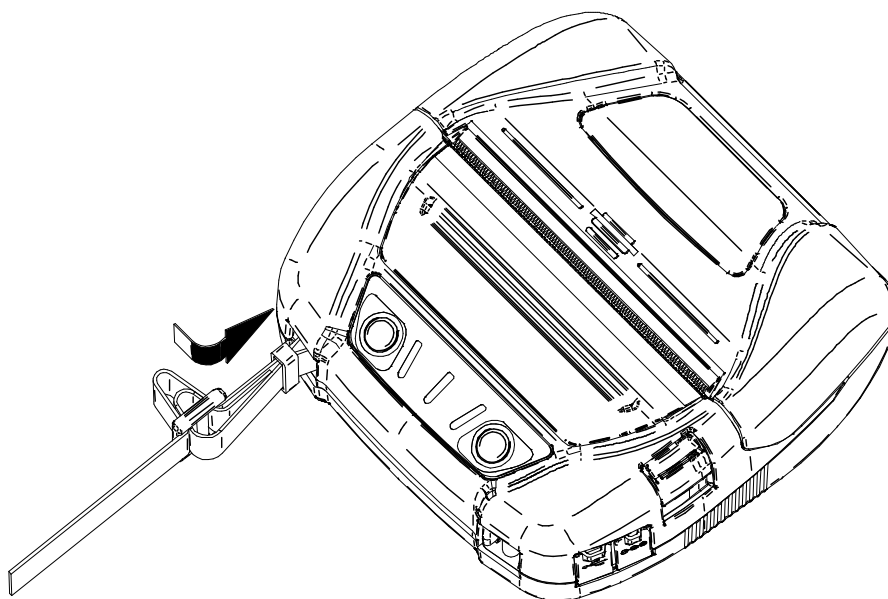

Figura 14-7 Colocación de la correa de hombro (4)
- (4) Como se indica en la Figura 14-7, pase el principio de la correa de hombro a través del hueco regulador de la parte más cercana a la impresora. Después, pase de nuevo el principio de la correa de hombro a través de la anilla.